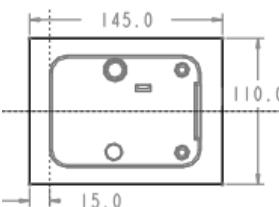

图 20.3 截面草图
(1) 选择命令。单击模具功能选项卡 形状 \downarrow 区域中的 拉伸 按钮。
(2) 创建实体拉伸特征。
① 选取拉伸类型。在出现的“拉伸”操控板中，确认“实体”类型按钮 实体 被按下。
② 定义草绘截面放置属性。在绘图区中右击，从弹出的快捷菜单中选择 定义内部草绘... 命令。选择 MAIN_PARTING_PLN 基准平面作为草绘平面，草绘平面的参考平面为 MOLD_FRONT 基准平面，方向为 右 ；单击 草绘 按钮，系统至此进入截面草绘环境。
③ 绘制截面草图。进入截面草绘环境后，选取 MOLD_RIGHT 和 MOLD_FRONT 基准平面为草绘参考，截面草图如图 20.3 所示；完成特征截面的绘制后，单击“草绘”操控板中的“确定”按钮 \checkmark 。